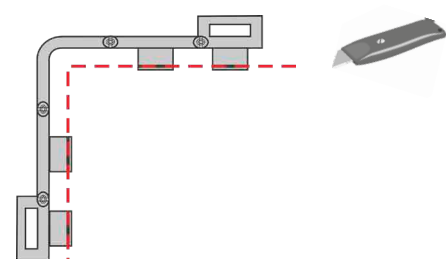
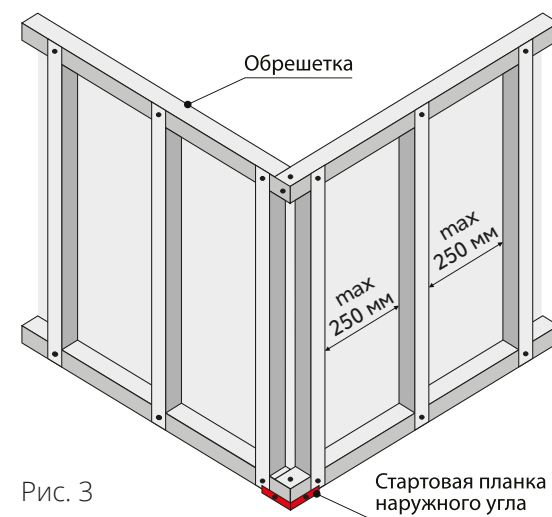

Рис. 2.2
Рис. 3
- ▷ Профиль монтируется вертикально, на расстоянии не более 250 мм от центров профилей (рис. 3).
Важно! При монтаже углов коллекции Клинкерный кирпич и Состаренный кирпич, необходимо сделать подрез по пазу упорных цилиндров стартового элемента угла (рис. 2.2, рис. 3).